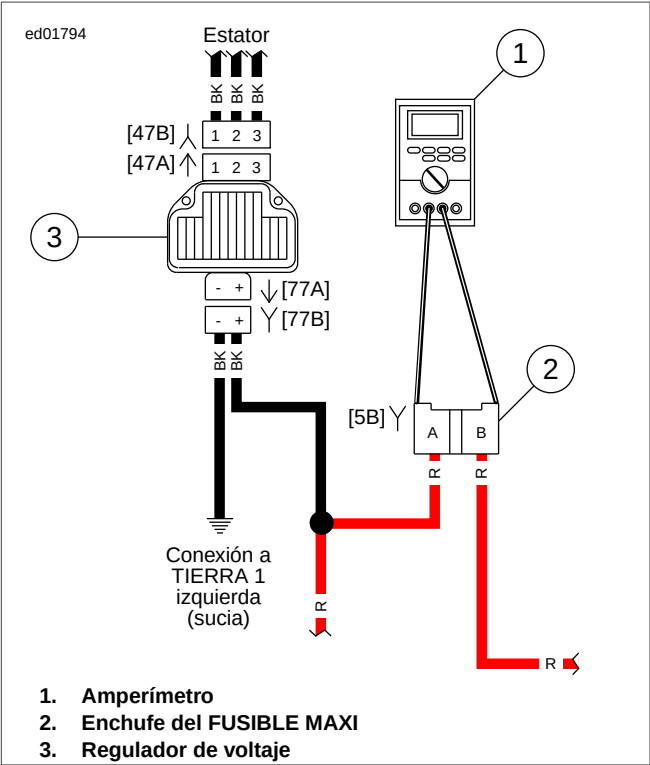

Figura 1-20. Prueba de consumo de miliamperios (encendido girado a OFF [apagado])
- Vea Figura 1-20. Utilizando las sondas hembra rojas del KIT DE PRUEBA DE CONECTORES DE ARNÉS (pieza N° HD-41404-B) y los cables de puente, conecte el amperímetro a los terminales hembra del FUSIBLE MAXI. Con este arreglo, también se detecta el consumo del regulador.